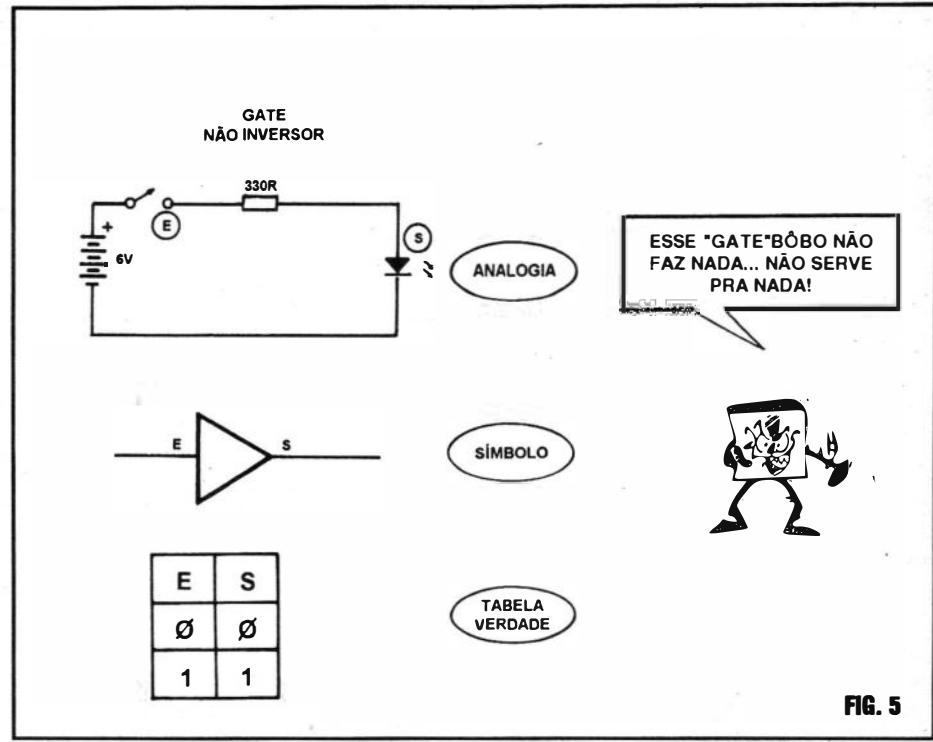

FIG. 5
- FIG. 5 - BLOCO LÓGICO NÃO INVERSOR (PORTA OU GATE NÃO INVERSORA...) - Observem com atenção os três segmentos do diagrama da fig. 5... Ao alto temos nosso circuitinho que “simula” com perfeição o funcionamento de um BLOCO LÓGICO NÃO INVERSOR (ou PORTA NÃO INVERSORA, como dizemos em Eletrônica Digital...). Sempre lembrando das convenções (já explicadas quanto aos “estados” do interruptor, considerado como ENTRADA do bloco, e do LED, considerado como SAÍDA do dito cujo...), observem que com uma Entrada “0” (interruptor aberto), a Saída será também “0” (LED apagado). Já com uma Entrada “1” (interruptor fechado), a Saída mostrará identicamente “1” (LED aceso). Essa função, aparentemente “inócuia” ou sem sentido (mas que tem aplicação dentro das complexas estruturas lógicas dos circuitos digitais...) é normalmente representada pelo SÍMBOLO mostrado: uma estrutura triangular, dotada de um terminal de Entrada (E) e um de Saída